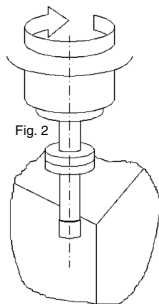

Fig. 2
Langsam und vorsichtig die gewünschte Kante anfahren, siehe Fig. 2. Sobald der Taster die Kante auch nur leicht berührt, wird die Bewegung des Tasters zentrisch.
*Drive the tracer against the edge slowly and carefully, look at fig. 2. When the tracer just lightly touches the work piece, a centrally movement will take place.*